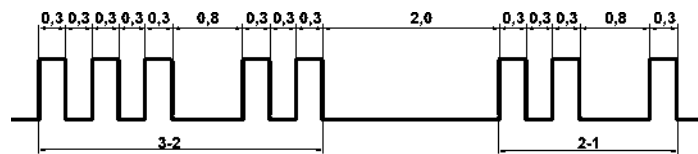

Рис. 5.13. Диаграмма кода неисправностей системы АБС
**Принцип отображения кодов неисправностей с помощью контрольной лампы (рис. 5.13):**